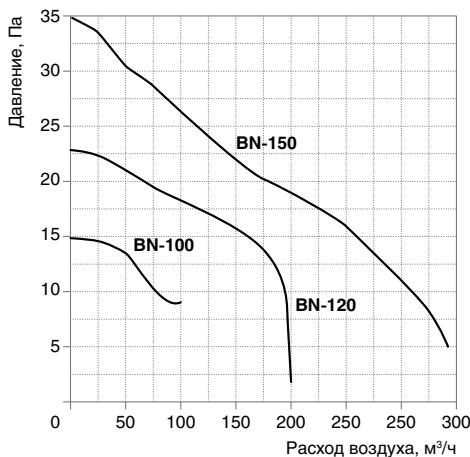

Рис. 1
3. Вытяжной воздух должен выводиться наружу, а не в потолочное или чердачное пространство, для этого используется гибкий воздуховод, а также подходящие обратные клапаны (рабочую точку можно определить по рис. 1).